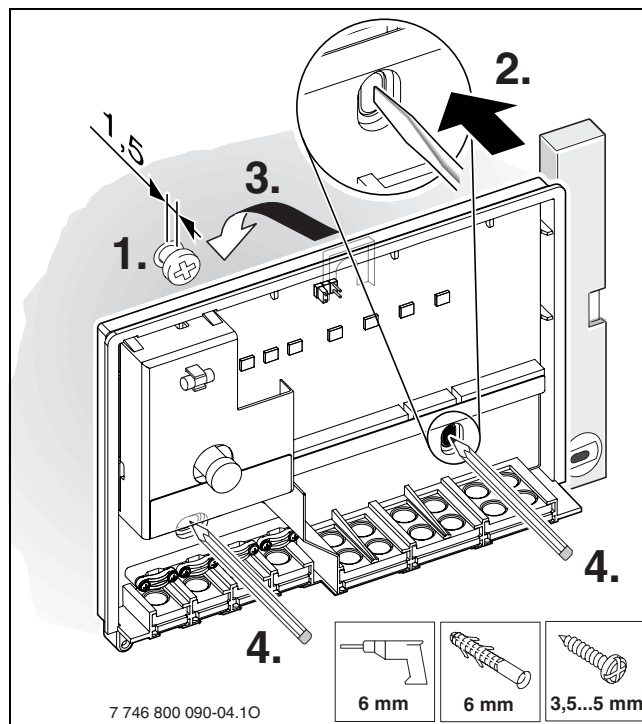

Fig. 8 Șurub superior de fixare
- ▶ Perforați pentru șurubul superior de montaj o gaură cu \varnothing 6 mm, introduceți diblul pentru perete în aceasta și strângeți șurubul până la 1,5 mm (→ fig. 8).